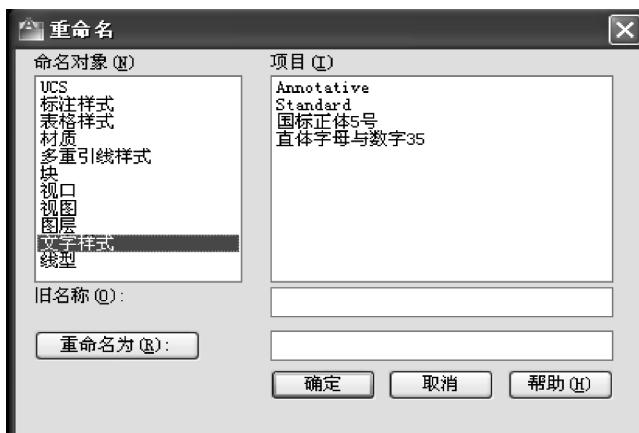

图 9-11 【重命名】对话框
- 3) 选择【格式】→【重命名】命令，打开如图 9-11 所示的【重命名】对话框，在【命名对象】列表框中选择【文字样式】命令，在【项目】列表框中选择要重命名的文字样式，然后在下面的空白文本框中输入新名称，单击 **重命名为 (R):** 或 **确定** 按钮（注：系统默认的项目不能重命名，如 Standard 文字样式）。